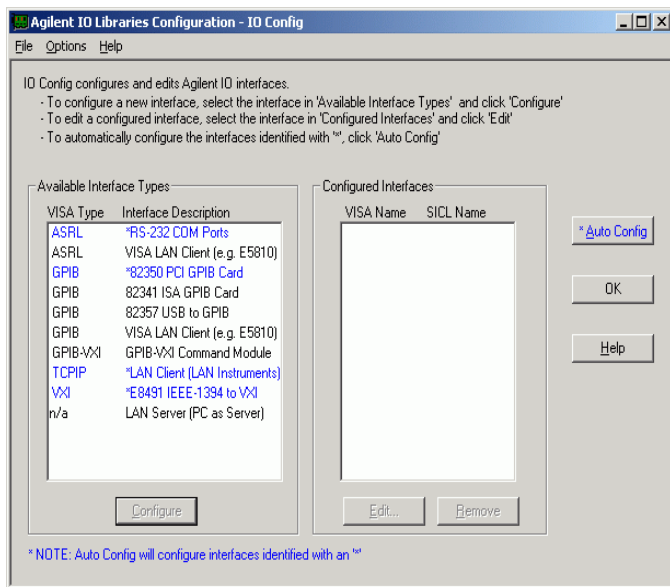

图 8 在 I/O 配置屏选择合适的接口类型
- 5 从接口列表选择一个合适的型号，例如，“82340/82341 GPIB”（如果您安装了 Agilent 82341C GPIB 板）或者“82350 PCI GPIB”（如果您安装了 Agilent 83350 板）。（参见图 8）。